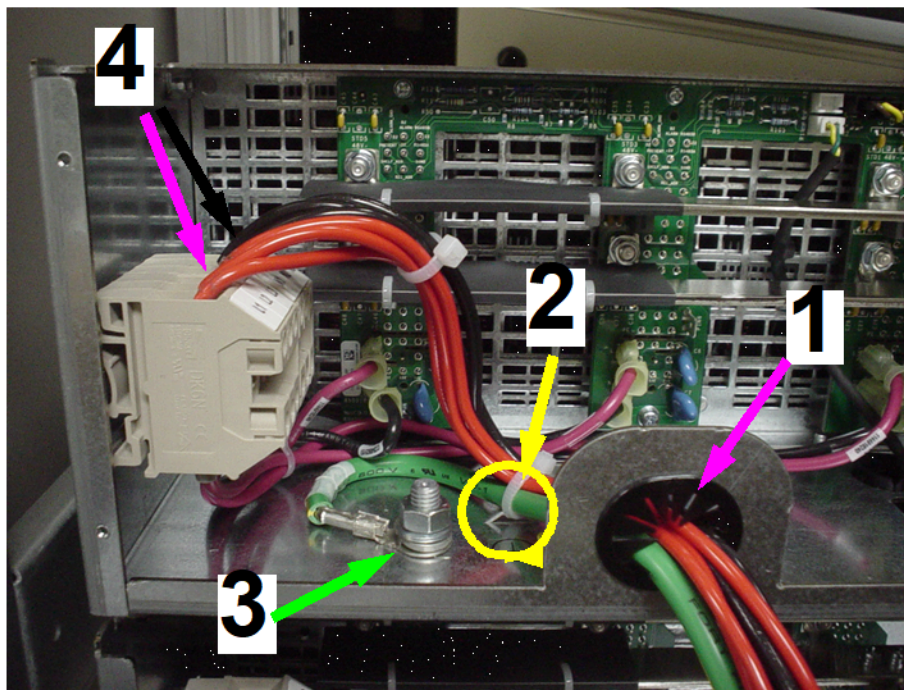

Figura 186: Passagem dos cabos AC
Fixe o fio (verde-amarelo) de terra (PE), consulte (3) na Figura 186: Passagem dos cabos AC na página 202. Aperte com um binário de 20 – lb.
Descarte o isolamento dos fios de entrada AC, insira e fixe os fios nos blocos de terminais, consulte (3) na Figura 186: Passagem dos cabos AC na página 202. Aperte os parafusos dos terminais com um binário de 20 in – lb.